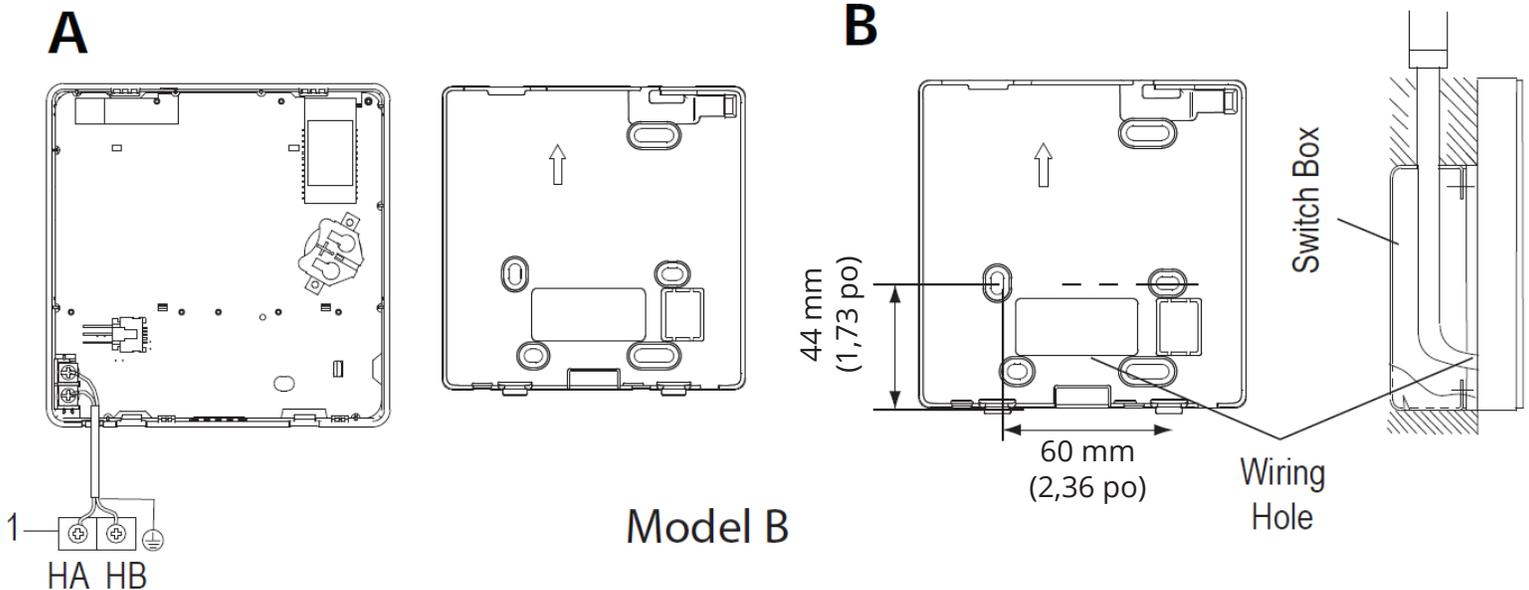

Fig 4-5
- Connectez les bornes de la télécommande (HA, HB) et les bornes de l'unité intérieure (HA, HB). (HA et HB n'ont pas de polarité. Voir la Fig. 4-5.)